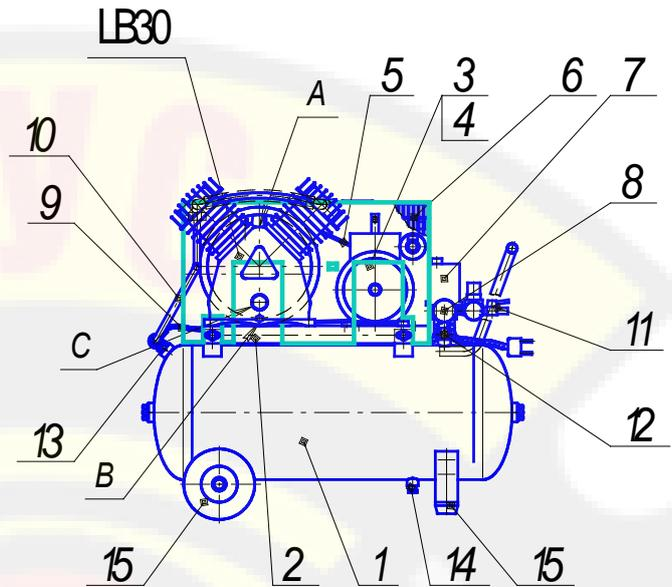
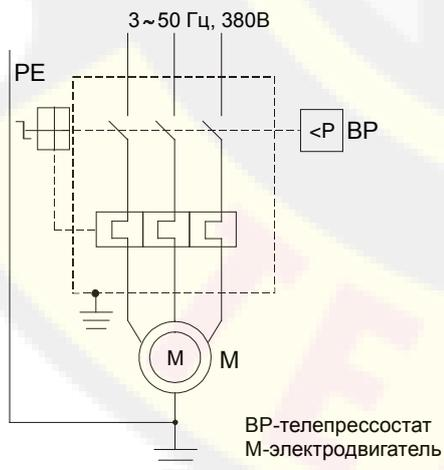

Рис. 1
Рис. 4
2.5. Общий вид компрессора представлен на рис. 1, 2, 3, схема электрическая принципиальная - на рис. 4, 5.
Примечание: Комплект колес и амортизаторов (поз. 15, см. рис. 1, 2, 3) и детали их крепления упакованы отдельно.
5.1. Компрессор (рис.1, 2, 3) состоит из следующих основных сборочных единиц и деталей: блока поршневого LB30, ресивера (воздухосборника) 1, платформы 2, электродвигателя 3 со шкивом 4, клиновых ремней 5, защитного ограждения 6, прессостата 7, манометра 8, воздухопровода сброса давления 9, нагнетательного воздухопровода 10, крана вы-
Смазка трущихся поверхностей деталей блока поршневого осуществляется разбрызгиванием масла. Заливка масла в картер производится через отверстие в крышке блока цилиндров А (см. рис. 1, 2, 3) после снятия сапуна, слив масла - через отверстие в днище картера, закрытое пробкой В. Уровень масла должен находиться в пределах красной метки смотрового стекла С.
Ресивер (воздухосборник) 1 (см. рис. 1, 2, 3) служит для сбора сжатого воздуха, устранения пульсации давления, отделения конденсата и масла. Ресивер является также корпусом, на котором смонтированы узлы и детали компрессора.